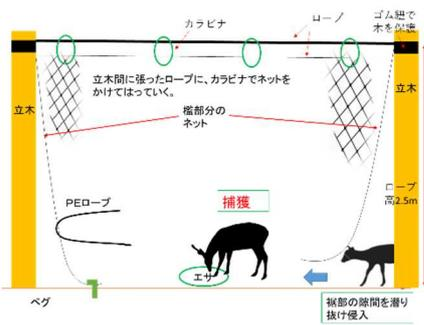

図1 軽量ネット製囲いワナの構造
- 1) 開発したワナは、立木の高さ 2m 程の位置に円周状になるようにロープを張る。それに上下両端にロープを通した 2m 高のシカ防護ネットの上端ロープをカラビナで接続し、円柱形にネットを設置する。ネットの下部を円の内側にすぼめすり鉢状にし、下部から侵入させ捕獲する構造である（図 1）。